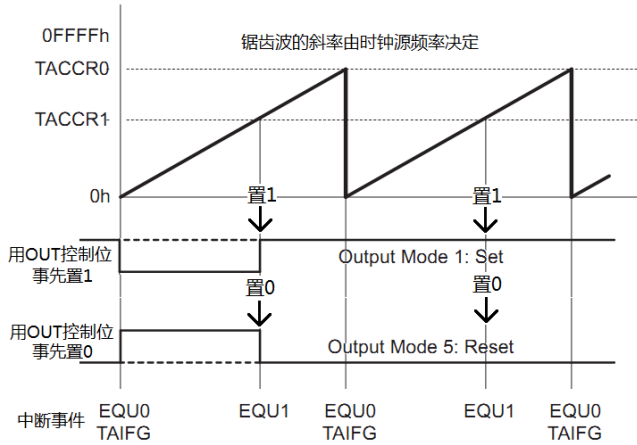
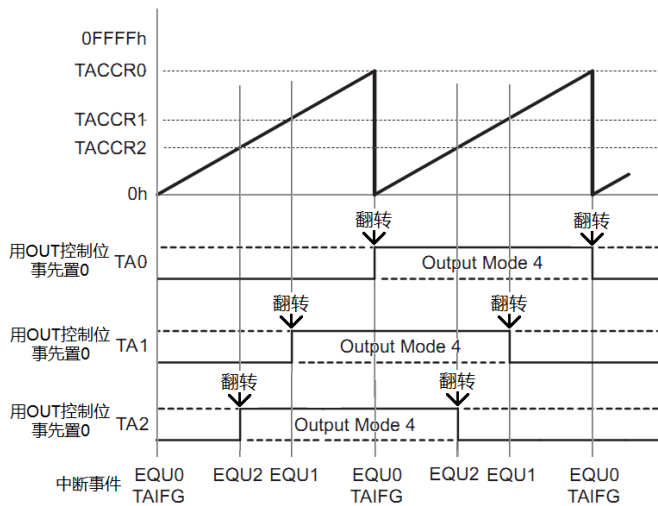

图 6.12 利用比较模块生成单稳态脉冲
图 6.15 利用比较模块生成调频调相信号
如图 6.12-图 6.15 所示，展示了如何通过设定主定时器的模式 MCx 和 CCRx 的输出模式 OUTMODx 的组合，得到的各种“高价值”波形。
- 2) 模式 1 和模式 5: 用于生成单稳态脉冲。如图 6.12 所示，主定时器（计数器）设置为增计数模式，使用 OUT 控制位预先置 0/置 1 后，就可以得到正/负单稳态脉冲，
- 5) 模式 4：用于生成最多 3 路移相波形。前面我们提到 PWM 波形最多能生成 2 路，在不需控制占空比时（50% 占空比的方波），通过模式 4 可得 3 路频率相位均可改变的输出波形。如图 6.15，将主定时器（计数器）设置为增计数模式，CCR0 的 TACCRO 决定信号输出频率。CCR1/2 的 TACCR1/2 值决定了 TA1/2 超前 TA0 的相位。